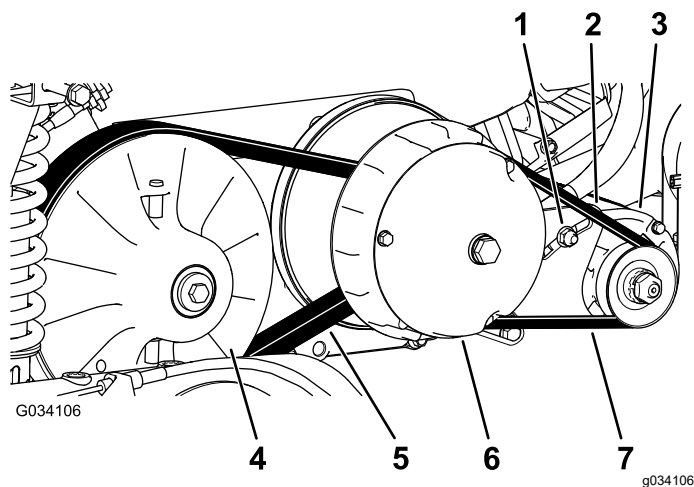

Figure 66
6. Faites tourner la courroie (Figure 66) pour vérifier qu'elle n'est pas excessivement usée ou endommagée.
3. Faites tourner la courroie et faites-la passer sur l'embayage secondaire (Figure 66).
4. Enlevez la courroie de l'embayage primaire (Figure 66).
5. Placez la courroie neuve sur l'embayage principal (Figure 66).
6. Faites tourner la courroie et faites-la passer sur l'embayage secondaire (Figure 66).
2. Desserrez l'écrou de pivot de l'alternateur (Figure 66).
4. Appuyez sur le levier pour faire pivoter le démarreur vers le bas dans la fente jusqu'à ce que la tension de la courroie produise une flèche de seulement 6 mm ($\frac{1}{4}$ po) quand une force de 44 N·m (10 pi-lb) est appliquée (Figure 66).
5. Resserrez l'écrou de pivot à la main et enlevez le levier (Figure 66).